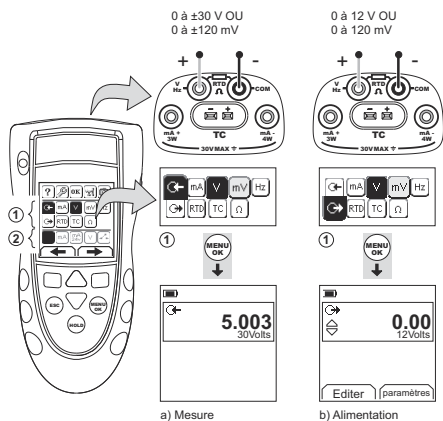
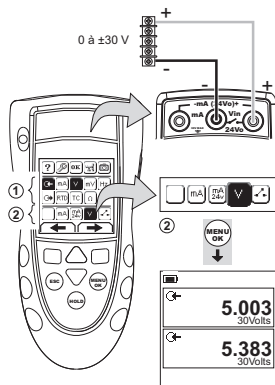

Figure 4 : Exemple de configuration - mesure/alimentation en volts ou mV (zone ①)
Figure 5 : Exemple de configuration - mesure en volts (Fonction Dual, zone ②)
1. Raccordez l'instrument (Figure 4 et Figure 5) et, si nécessaire, réglez le menu Config. (Tableau 1).